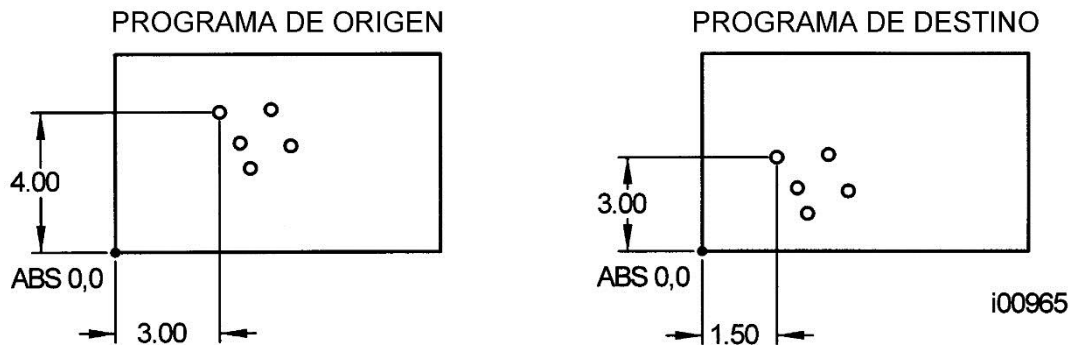

FIGURA 8.11
- Utilizar el Portapapeles (Clipboard) para pegar eventos previamente guardados desde otro programa en el programa actual. Después de que usted presione la tecla de función Portapapeles (Clipboard), usted introducirá el desfase desde el programa 0 absoluto del programa anterior al 0 absoluto del programa actual (ver Figura 8.11). Para más información sobre cómo poner eventos en el Portapapeles (Clipboard), ver Sección 10.4.